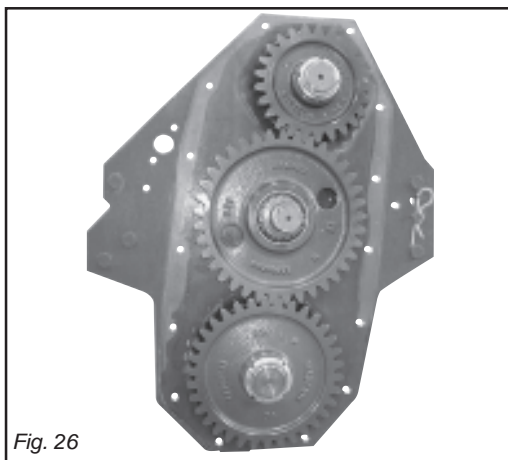

Fig. 26
Il rotore può essere azionato da una serie di ingranaggi laterali (Fig. 26) alloggiati in un apposito carter con pareti consistenti in grado di fornire una notevole robustezza alla trasmissione.
*The rotor can be operated by a set of side gears (Fig. 26) housed in a special casing with thick walls able to give the transmission considerable sturdiness.*
Le rotor peut être entraîné par une série de pignons latéraux (Fig. 26) logés dans un carter approprié avec des parois consistantes, en mesure de donner une grande robustesse à la transmission.
*Der Rotor kann von einer Reihe seitlicher Zahnräder (Abb. 26) angetrieben werden, die in einem eigens dafür vorgesehenen Gehäuse mit widerstandsfähigen Wänden untergebracht sind, wodurch es ermöglicht wird, dem Getriebe eine beträchtliche Stabilität zu verleihen.*
El rotor puede ser accionado por una serie de engranajes laterales (Fig. 26) alojados en un cárter apropiado con paredes consistentes capaces de proveer una notable robustez a la transmisión.